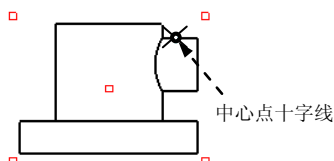

图 3.8.23 截面间断的中心点
(1) 设置剖视图选项。
① 在“绘图视图”对话框中，选取 **类别** 区域中的 **截面** 选项。
② 将 **剖面选项** 设置为 **2D 剖面**，将 **模型边可见性** 设置为 **全部**，然后单击 **+** 按钮。
③ 在 **名称** 下拉列表框中选取剖截面 **A** (A 剖截面在零件模块中已提前创建)，在 **剖切区域** 下拉列表框中选取 **局部** 选项。
(2) 绘制局部剖视图的边界线。
① 此时系统提示 **选取截面间断的中心点 < A >**，在图 3.8.23 所示的投影视图中边线上选取一点。